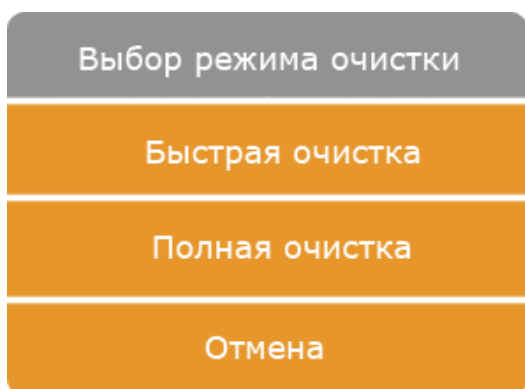

Рис. 18
2. Выберите в меню «Быстрая очистка» (Рис. 18).